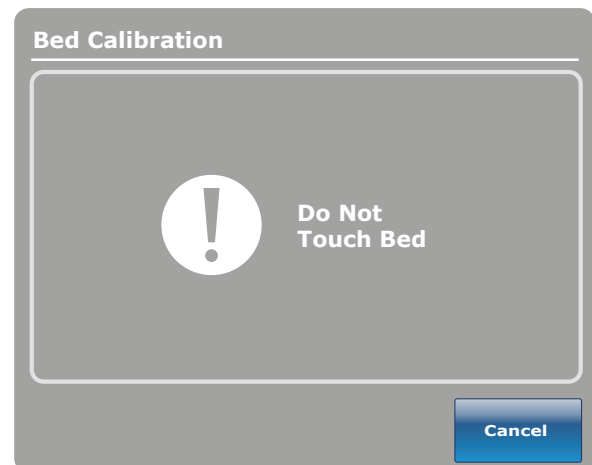

Figure 22 : Écran «Ne pas toucher au lit»
24. L'écran «Ne pas toucher au lit» s'affiche tel qu'illustré dans la Figure 22.